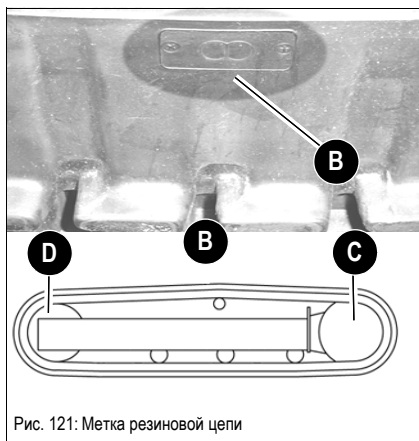

Рис. 121: Метка резиновой цепи
- На резиновой цепи имеется метка **В**, как показано на Рис. 121